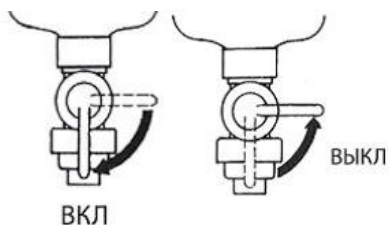

Рис. 3.1
1. Поверните рычаг топливного клапана в положение «ВКЛ» (рис. 3.1).
3. Поверните рычаг топливного клапана в положение «ВЫКЛ» (рис. 3.1).
1. Переведите рычаг топливного клапана в положение «ВЫКЛ» (рис. 3.1).
- 2.1. Переведите рычаг топливного крана в положение «ВЫКЛ» (**рис. 3.1**).